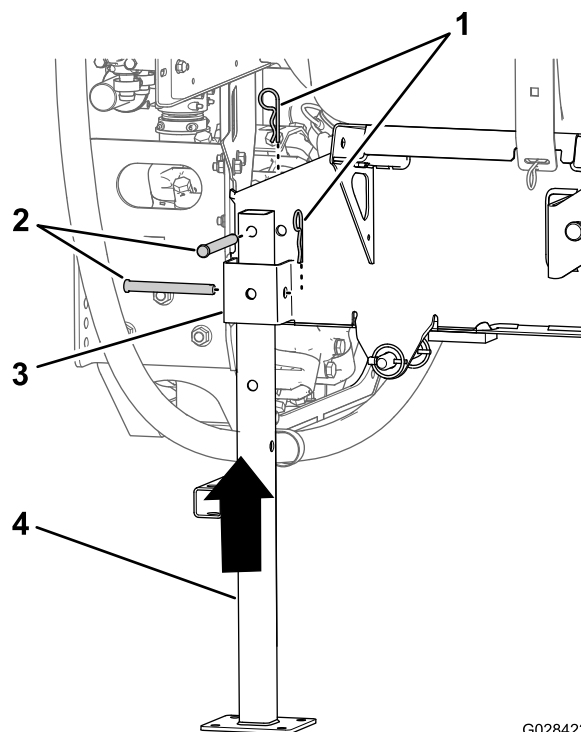

図 100
5. 後ろ用のジャッキスタンドを、タンク後部部のジャッキスタンド受けに合わせる図 100。
6. ジャッキスタンド上部の穴を、タンクスキッドのフレームの穴に合わせる図 100。
7. ジャッキスタンドをスタンド受けとフレームに固定するクレビスピン $\frac{1}{2} \times 4\frac{1}{2}"$ 2本、ヘアピン $\frac{5}{32} \times 2\frac{5}{8}"$ 2本を使用して図 100のように取り付ける。